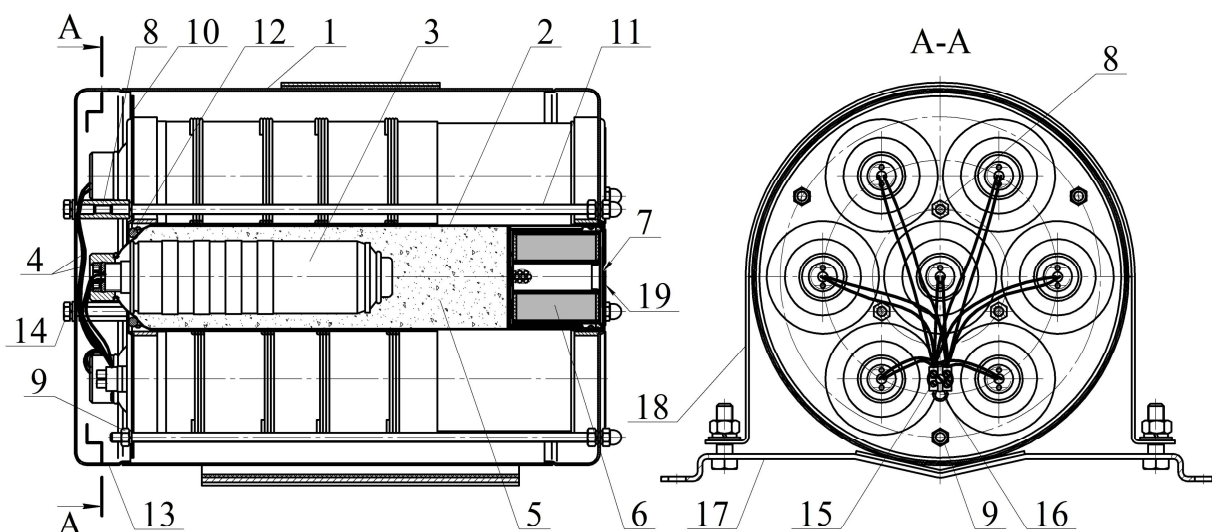

Рисунок 1
4.1.1 ГППТ (см. рисунок 1) состоит из корпуса **1**, в котором размещены семь сменных картриджей **2**, содержащих газогенерирующий элемент **3** с элементом электропусковым **4**. Свободный объем корпуса картриджей **2** заполнен таблетками охладителя **5**. Для очистки огнетушащего газового вещества от механических примесей в каждом картридже установлен фильтр-сепаратор **6**. Выходное отверстие фильтра - сепаратора заглушено самоклеющейся пленкой ПВХ **7**. В верхней части корпуса **1** картриджи при помощи гаек **8** и **9** поджаты крышкой **10**.
6.1 Извлечь ГППТ из упаковки, произвести визуальный осмотр целостности корпуса. Снять крышку **13** (см. рисунок 1), открутив болты **14**. Проверить качество крепления оголенных концов проводов элементов электропусковых **4** в соединительной коробке **15**.
6.2 Закрепить кронштейн **17** (см. рисунок 1) на потолке, стене или иной несущей плоскости, расположенной под любым углом относительно поверхности пола. Координаты отверстий в кронштейне, предназначенном для крепления ГППТ, приведены на рисунке 2.
7.1 Один раз в месяц внешним осмотром проверяется целостность корпуса ГППТ, надежность соединения проводов элементов электропусковых **4** (см. рисунок 1) с проводами цепи запуска ГППТ в соединительной коробке **15**, а также отсутствие обрывов проводов цепи запуска, внешних повреждений их изоляции и мест соединений. При ослабленной затяжке крепления ГППТ произвести подтяжку.
- извлечь ГППТ из кронштейна **17** (см. рисунок 1), снять с ГППТ крышку **13**, отсоединить пусковой кабель и перенести генератор в комнату сборки;